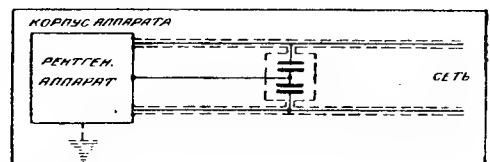

Рис. 1
1. Путем блокировки питающей сети конденсаторами (рис. 1) с заземленной средней точкой, закорачивающими питающую сеть для высокой частоты на землю. Корпус аппарата тоже должен быть заземлен. В случае невозможности заземле-